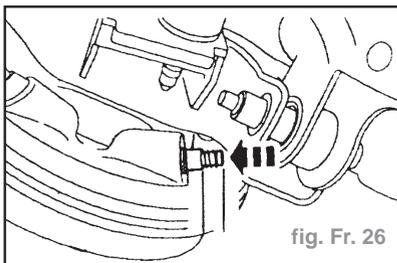

fig. Fr. 26
- Vérifier le mouvement du plongeur dans les plateaux de frein droit et gauche. Si un réglage supplémentaire s'impose, régler le câble à l'aide de l'écrou de réglage du câble de frein de stationnement (fig. Fr. 26).